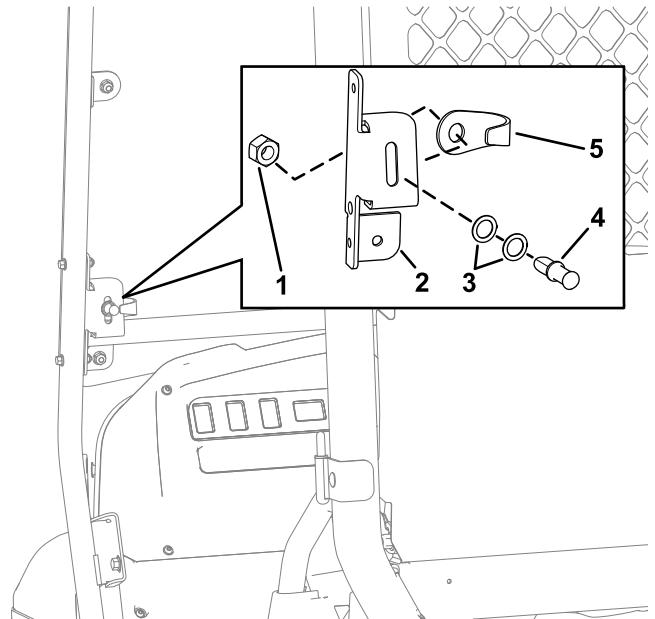

Figura 63
1. Allineate il perno di chiusura e la relativa protezione all'apertura sulla staffa di montaggio come illustrato in Figura 63.
2. Inserite il perno di chiusura (prima senza le rondelle) nella protezione del perno (Figura 63).
3. Allineate il perno di chiusura e il controdado sul retro dell'apertura nella staffa di montaggio (Figura 63).
4. Serrate manualmente il controdado sul perno di chiusura (Figura 63).